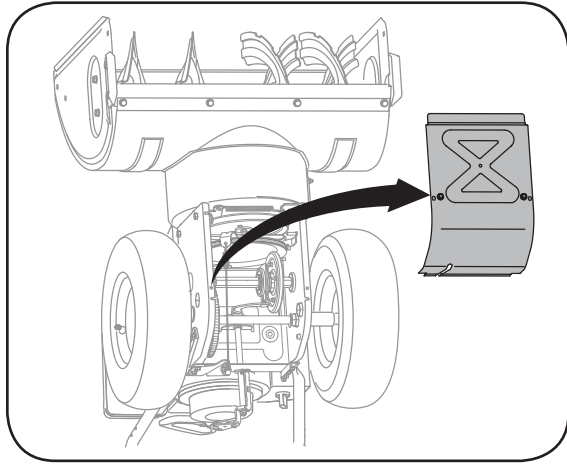

Figure 6-5
2. Basculez doucement la souffléuse vers l'avant pour la faire reposer sur l'habitacle de la tarière. Voir la Figure 6-5.
2. Basculez doucement la souffluse vers l'avant pour la faire reposer sur l'habitacle de la tarîère. Démontez le couvre-châssis du dessous de la souffluse en retirant les vis auto-taradeuses qui le maintiennent en place. Voir la Figure 6-5.